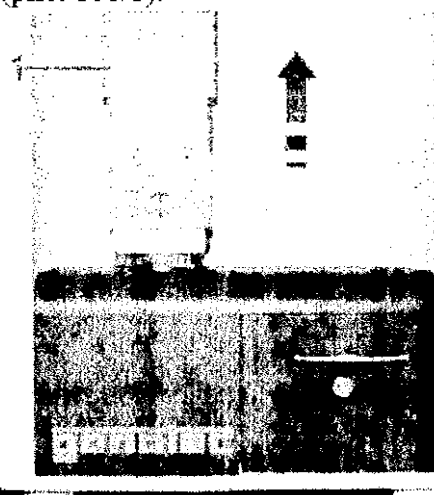

Рис. 106: Поднятие крышки подъемника.
4. Поднять крышку подъемника (рис. 106/1).